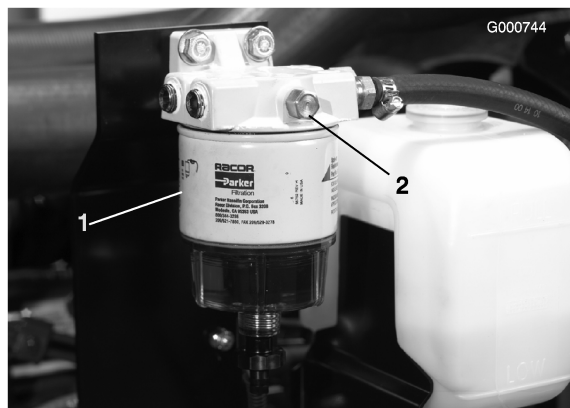

Figure 23
3. Ouvrez le bouchon d'aération sur le filtre à carburant/séparateur d'eau (Figure 23).